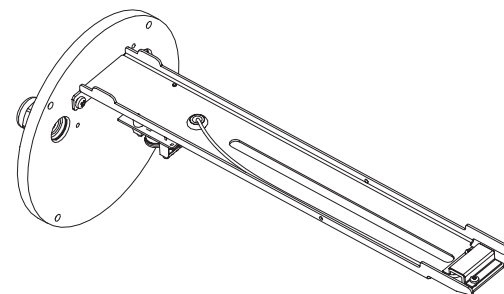

Fig. 3
- Posizionare i cavi della resistenza sotto la slitta interna della custodia (Fig. 3).
- Positionner les câbles de la résistance sous la glissière interne du caisson (Fig. 3).
- Position the resistance cables under the inner slide of the housing (Fig. 3).
- Die Kabel des Heizwiderstandes unter dem internen Gehäuseschlitten positionieren (Fig. 3).